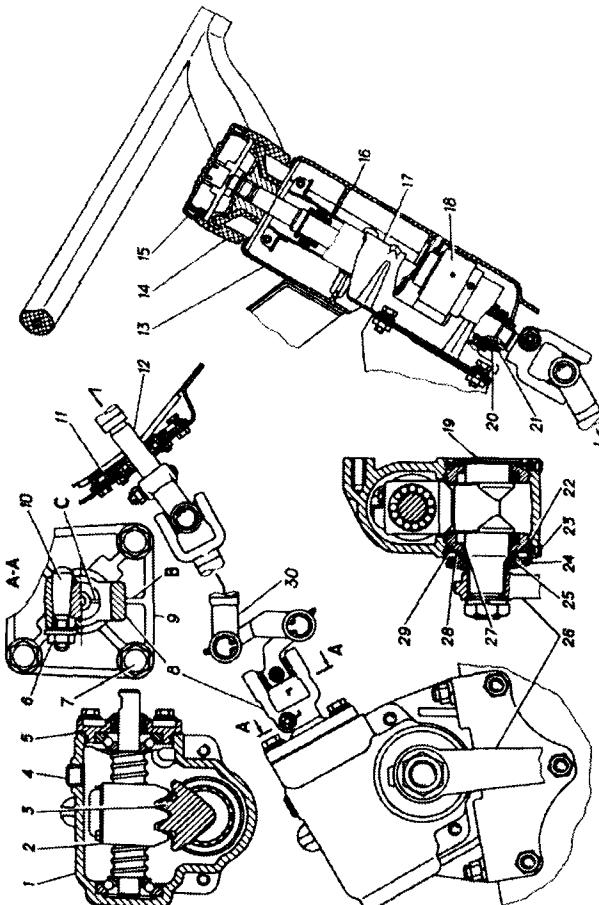

Рис. 10.2. Рулевой механизм и рулевая колонка:
На автомобиле установлено рулевое управление с рулевым механизмом типа винт-шариковая гайка и трехшарнирной рулевой колонкой с бесшлифованным соединением (рис. 10.2), обеспечивающим изменение длины карданного вала колонки при колебаниях кабины, а также установлен раздельный гидроусилитель руля (ГУР).
3. Снять продольную тягу с поворотного рычага, установить рулевой механизм в среднее положение поворотом рулевого вала из любого крайнего положения на три оборота и доворотом его до совмещения риски *C* (см. рис. 10.2) на торце винта рулевого механизма с ребром *B* верхней крышки 9 рулевого механизма (риска должна находиться внизу). Проверить правильность установки рулевого колеса относительно рулевого механизма. Плоскость симметрии снизу рулевого колеса должна быть параллельна плоскости симметрии автомобиля (допускается отклонение не более 5°). При необходимости, восстановить положение рулевого колеса его перестановкой.